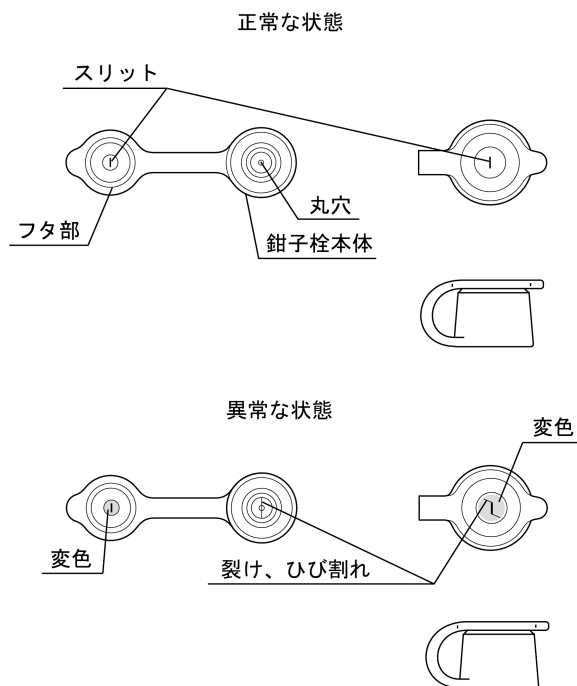

図 2
- 鉗子栓のフタ部のスリットまたは鉗子栓本体の丸穴に裂け、ひび割れ、変形、変色などの異常がないことを目視で確認すること (図 2 参照)。